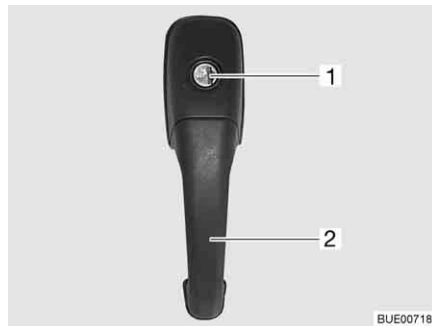

Fig. 38 Serrure de la porte cellule, à l'extérieur
- Insérer la clé dans le barillet (Fig. 38,1) et la tourner jusqu'à ce que la serrure de la porte soit déverrouillée.
- Tirer sur la poignée de la porte (Fig. 38,2). La porte est ouverte.
- Insérer la clé dans le barillet (Fig. 38,1) et la tourner jusqu'à ce que la serrure de la porte soit verrouillée.